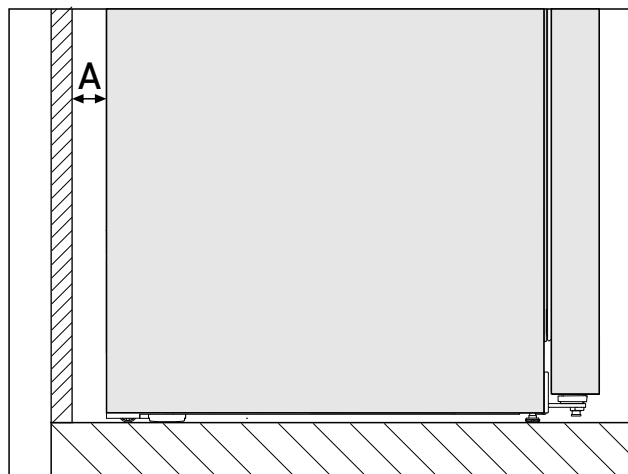

Fig. 2 *
Il consumo energetico è stato determinato con una distanza dalla parete Fig. 2 (A) tra il retro dell'apparecchio e la parete. Se la distanza dalla parete è inferiore a Fig. 2 (A), ciò non influisce sul funzionamento dell'apparecchio. Con una distanza dalla parete inferiore, il consumo energetico può aumentare leggermente e può formarsi condensa sul retro dell'apparecchio.*